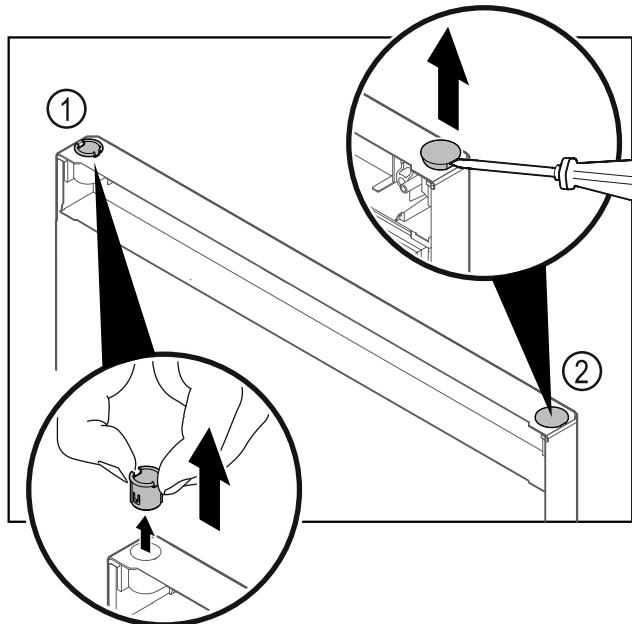

Fig. 11
- Izvelciet ar pirkstiem eņģes ieliktni Fig. 11 (1).
- Paceliet uzmanīgi ar plakano skrūvgriezi un izvelciet ārā nosedzošo aizbāzni Fig. 11 (2).